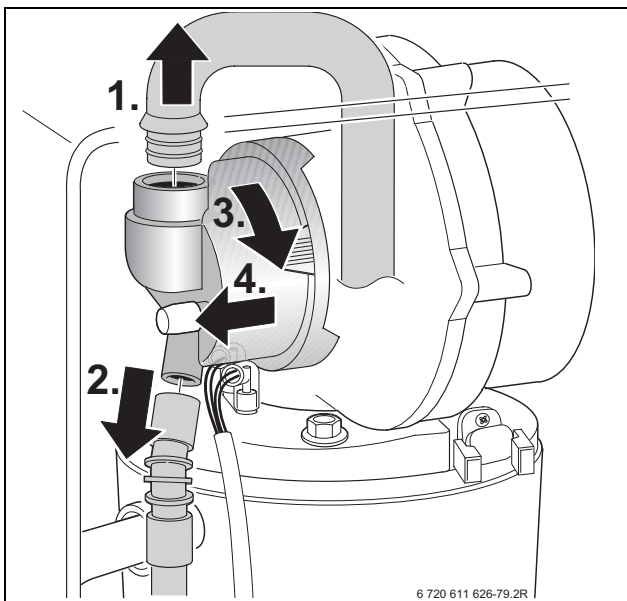

Bild 50
- ▶ Saugrohr ausbauen und Gasrohr an der Mischeinrichtung abziehen, → Bild 50.
- ▶ Mischeinrichtung (1) nach Bild 50 ausbauen.
- ▶ Membran (2) auf Verschmutzung und Risse prüfen.